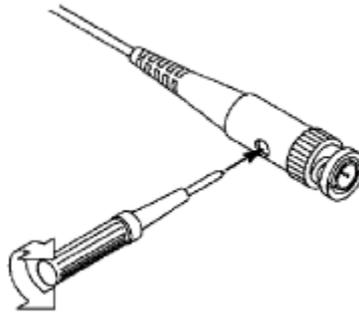

Figura 3-7 Ajustar la sonda
2. Compruebe las formas de onda mostradas y regule la sonda hasta conseguir una compensación correcta (ver *Figura 3-6* y *Figura 3-7*).